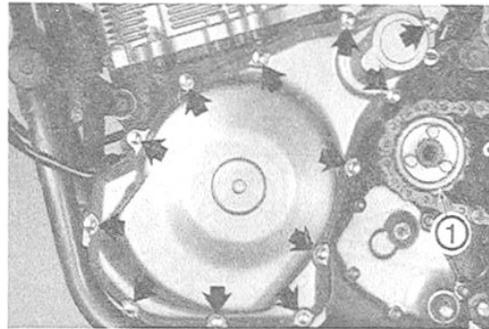

Bild 74
- Motorritzelabdeckung entfernen (Bild 74).
- Zwölf Sechskantschrauben am Generatordeckel entfernen (Bild 74). Deckel abnehmen (haftet am Magnet des Rotors) und Dichtung entfernen. Auf Verbleib der beiden Passhülsen achten!